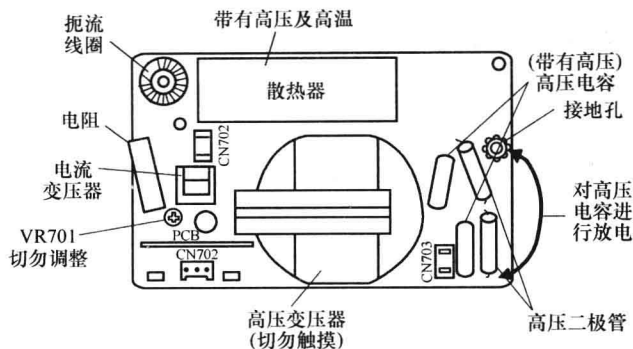

图 1-1 高压电容放电
① 变频器电路上提供极高压和高电流给磁控管，尽管变频器外表看似电视的变压器，但电流极大，其高电流及高电压亦存在危险。另外铝制散热器亦存在高压（高热），故当电源插头接上电源时，切勿触摸。
② 注意变频器地线。变频器电路板应附有接地安装板与地线连接，否则此变频器电路板会产生高压外漏引起危险。谨记地线应以螺钉与接地安装板接驳妥当。
③ 注意高压电容中的电荷。微波炉切断电源后，在变频器电路的高压电容中仍有电荷存在，进行零部件更换或检测时，把电源插头从插座上拔下，用带有绝缘柄的螺钉旋具使高压电容的终端与底座地线发生短路（见图 1-1 中的箭头所示），以使之放电。谨记先触及底座端，然后与高压电容终端进行短路。